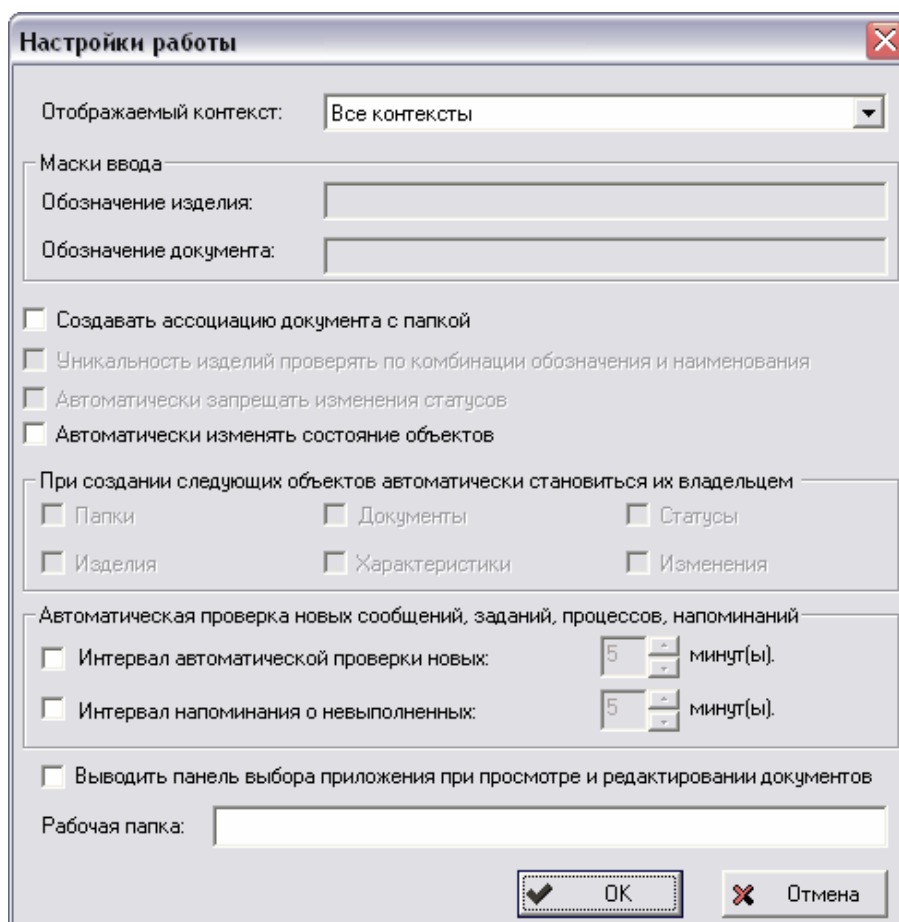

Рис. 287
2. Выберите пункт **Настройки работы**. После этого появится диалоговое окно **Настройки работы** (Рис. 287).
3. В группе полей **Автоматическая проверка новых сообщений, заданий, процессов, напоминаний** установите флаг **Интервал автоматической проверки новых** и укажите время в минутах (Рис. 287).